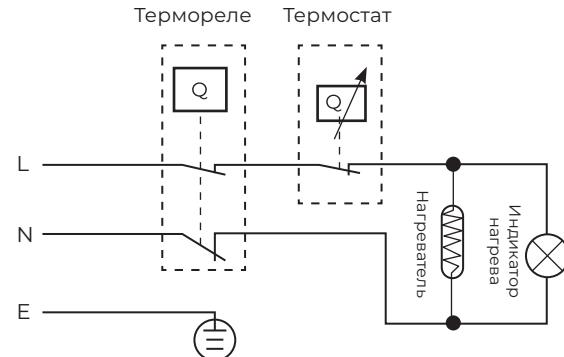

Рис. 10
- открутить гайку крепления термовыключателя, закрепленного на фланце ТЭНа, перевернуть термовыключатель и нажать до щелчка кнопку, расположенную по центру термовыключателя (рис.10)*;